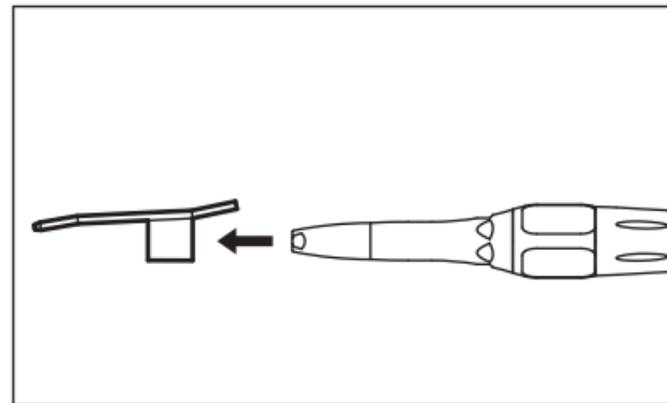

Fig. 9
5) Retirez le tube d'irrigation de l'embout d'irrigation et épongez l'humidité à l'aide d'un tissu sec. Ensuite, retirez l'embout d'irrigation de la pièce à main. (Fig. 9)